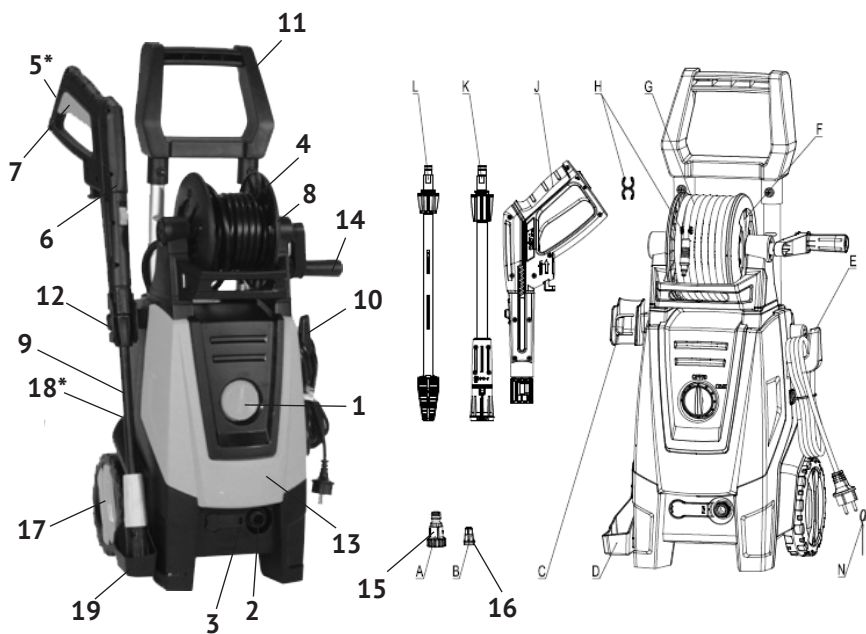

рис.1
4.1 Общий вид мойки представлен на рис. 1:
Электродвигатель с плунжерным насосом расположены в пластиковом корпусе (рис.1 поз.13). Сверху на корпусе закреплена рукоятка (рис.1 поз.11) для транспортировки. На держателе (рис.1 поз.12) крепится пистолет (рис.1 поз.19) с насадкой - распылителем с регулируемой головкой (рис.1 поз.9). Выключатель (рис.1 поз.1), выходной штуцер (рис.1 поз.2) и фиксатор быстросъёмного разъёма шланга высокого давления (рис.1 поз.3) расположены на передней панели корпуса мойки (рис.1 поз.13). На крюке (рис.1 поз.10) подвешен кабель питания с вилкой. На задней панели корпуса расположено отверстие для входа воды, на которое крепится входной штуцер (рис.1 поз.15) с фильтром. (рис.1 поз.16).
К штуцеру, через переходник (не входит в комплект поставки), подключается шланг подачи воды. В нижней части рукоятки пистолета (рис.1 поз.6) расположена клавиша блокировки курка от случайного включения (рис.1 поз.5) с символами: «замок закрыт» - заблокировано, «замок открыт» - разблокировано. Ёмкость для моющего средства (рис.1 поз.18) закреплён сзади под входным патрубком. Включение мойки осуществляется нажатием на курок (рис.1 поз.7), после его разблокировки. Мойка снабжена системой тотал – стоп (TSS), то есть, после отпущения курка автоматически отключается двигатель с насосом.
Нажмите пусковой курок пистолета, чтобы выпустить воздух из системы подачи воды. Заблокируйте пусковой курок, переведя клавишу (рис.1 поз.5) в положение «замок закрыт».
Подключите мойку к питающей электросети и установите выключатель (рис.1 поз.1) в положение «ВКЛ» - включено.